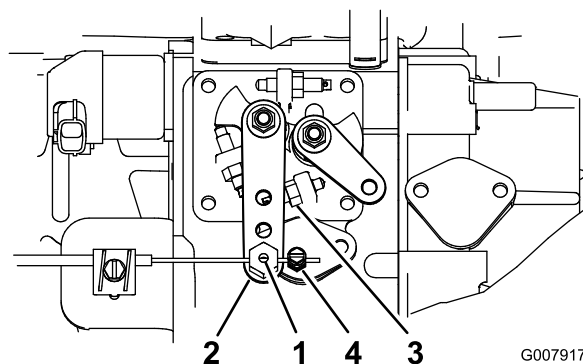

図 42
3. インジェクションポンプレバーのアームをハイアイドルストップに当てる（図 42）。
2. 燃料噴射ポンプのレバーの隣にあるスロットルケーブルのコネクタをゆるめる（図 42）。